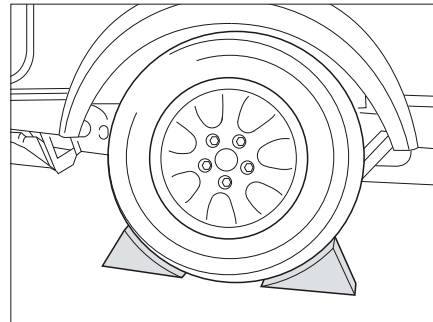

Fig. 171 Bloquer le véhicule
- Placer des sabots de freins ou autres objets similaires contre la roue d'en face pour bloquer le véhicule (Fig. 171).